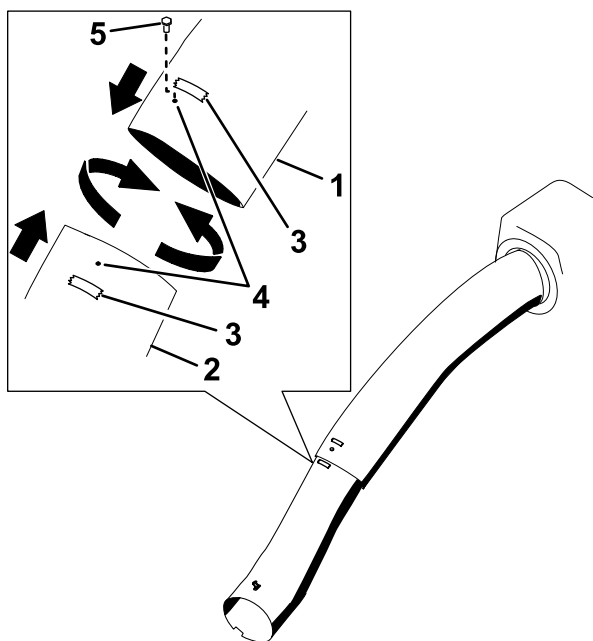

Figura 30
- E. Infilate il tubo di scarico superiore e quello inferiore insieme (Figura 30).
- F. Ruotate il tubo superiore in modo che l'estremità all'interno del cofano sia rivolta verso il centro del cofano stesso (Figura 30).
- G. Mantenendo grosso modo la posizione del tubo di scarico superiore, allineate i fori sul condotto superiore e su quello inferiore (Figura 30).
- H. Inserite una vite ($\frac{1}{4}$ " x $\frac{3}{4}$ ") attraverso uno dei fori per mantenere l'allineamento del tubo superiore con quello inferiore (Figura 30).
- I. Fate un segno su ogni tubo sull'area adiacente alla vite con un pezzo di nastro (Figura 30).
- L. Infilate i tubi insieme e allineate i fori segnati con il nastro (Figura 30).
- M. Fissate i tubi in tutti i fori con le viti ($\frac{1}{4}$ " x $\frac{3}{4}$ ") e i dadi di bloccaggio ($\frac{1}{4}$ ") (Figura 30).